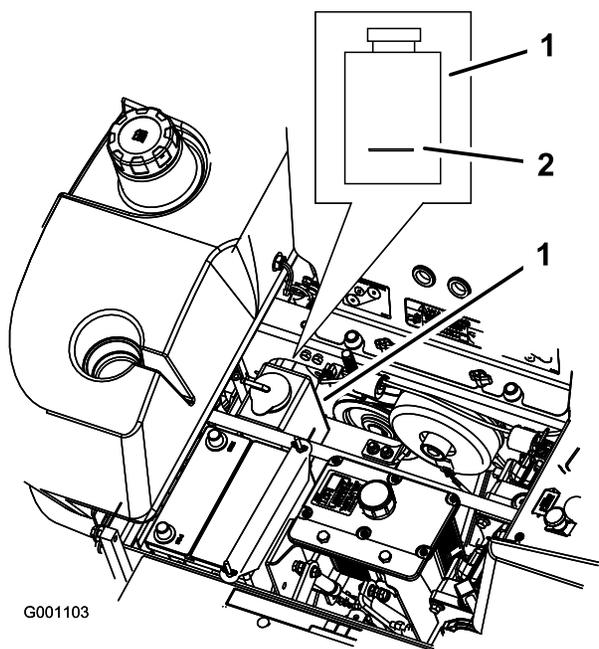

Figura 64
3. A motore freddo, controllate il livello della bottiglia di troppopieno. Il fluido deve raggiungere la sporgenza all'esterno della bottiglia di troppopieno (Figura 64).
4. Se il livello del refrigerante è basso, rabboccate la bottiglia di troppopieno con una miscela 50/50 di antigelo a lunga durata e % acqua (Figura 64).
5. Versate la miscela refrigerante 50/50 nella bottiglia di troppopieno e riempite fino alla linea tracciata sulla bottiglia (Figura 64).